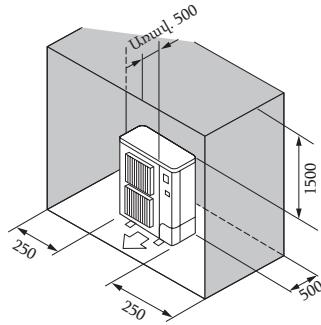

Fig. 2-8
- ⑥ Խոչընդոտներ հետևում, կողքերում և վերևում (Fig. 2-8)